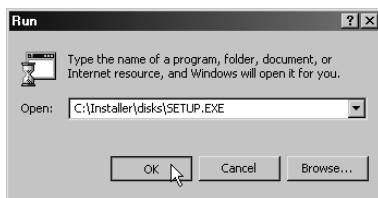

Figura 2-24. Run Modem-TPS (Ejecutar Módem de TPS)
1. En su computadora, haga clic en **Start ▶ Run** para abrir el cuadro de diálogo **Run**. Haga clic en el botón **Browse (Examinar)** para ubicar el programa setup.exe de TPS y haga clic en **OK** (Figura 2-24 en la página 2-34).